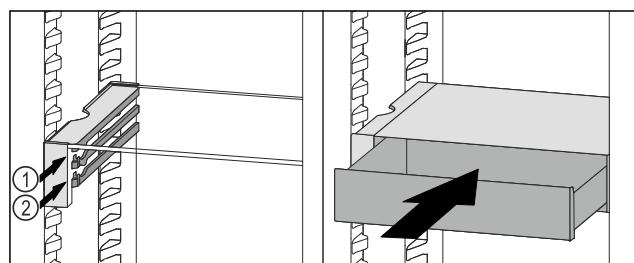

Fig. 112
- Поставете чекмеджето на VarioSafe зад ограничителите върху желаното ребро Fig. 112 (1) или Fig. 112 (2).